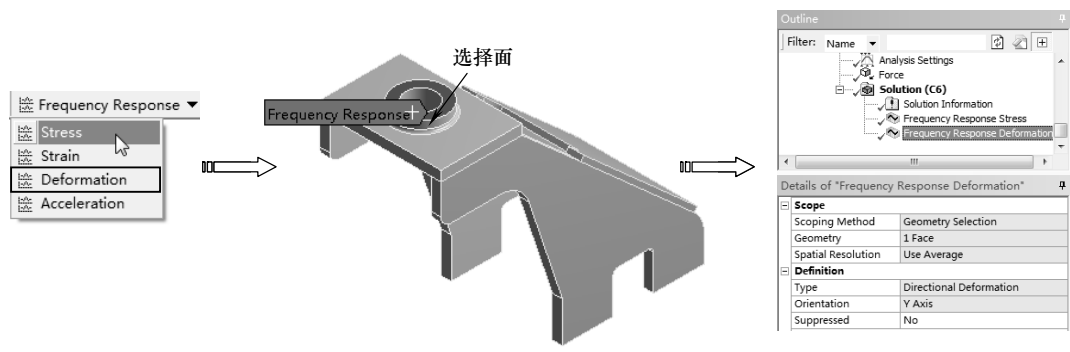

图 6-60 添加变形响应求解项
4) 求解变形响应。单击【Solution】工具栏上的【Frequency Response】|【Deformation】命令，此时在分析树中插入【Frequency Response】项，按<F2>键，将其重新命名为 Frequency Response Deformation，选择如图 6-60 所示的表面，在详细设置窗口中设置【Orientation】为 Y Axis，如图 6-60 所示。